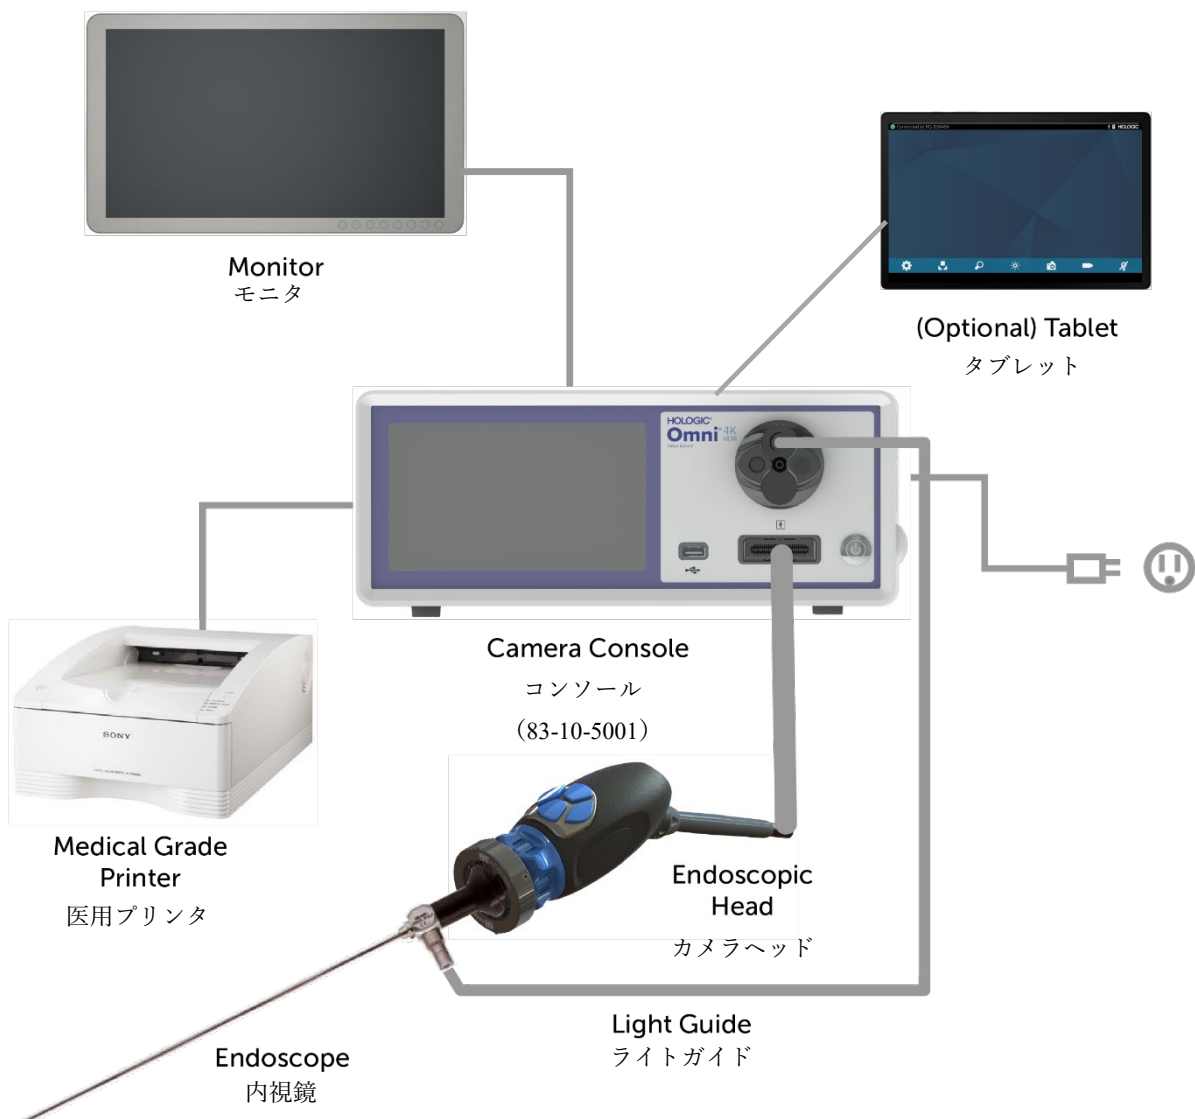

図1：据付け／システムのセットアップ
参考として、標準的な据付け状態を図1に示します。
- その他の対応機器を接続する場合は、図 1 及び背面パネルの表示を参照してください。